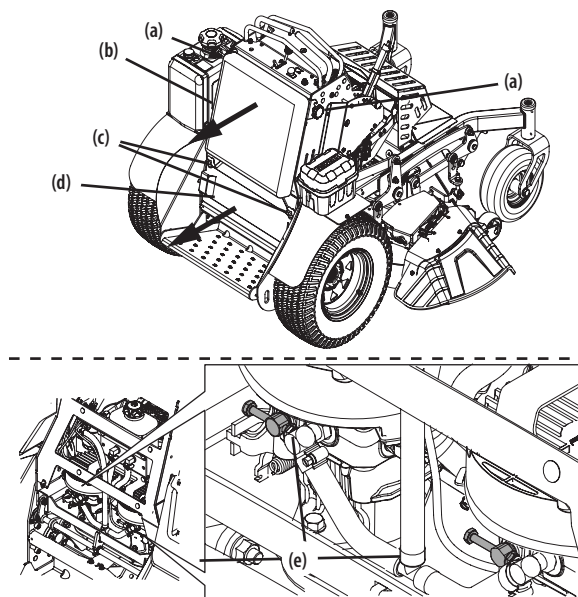

Figura 23
1. Afloje las dos perillas en estrella (a) que fijan el protector de piernas (b) a la cortadora de césped. Consulte la Figura 23.